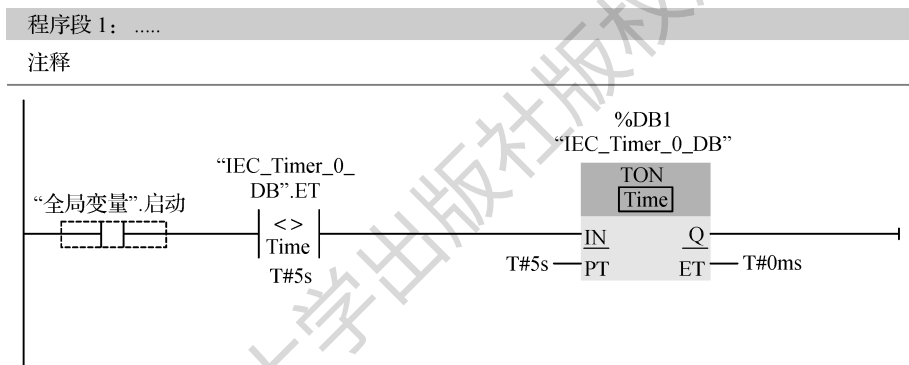

图 3-3 程序段 1
(1) 程序段 1: 设计启动按钮, 按下启动按钮后, 启动 5 s 的定时循环, 如图 3-3 所示。